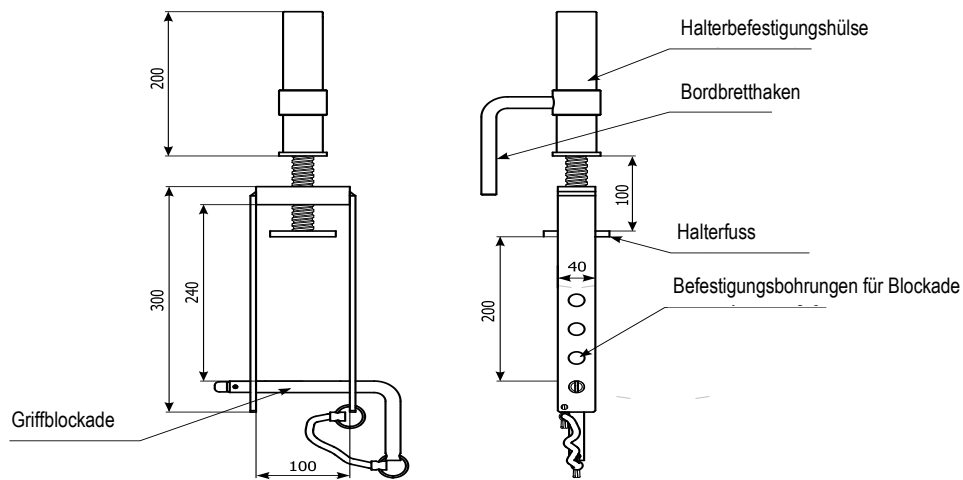

Abb.14. Trägerhalter
1.3.12. Trägerhalter (Abb. 14)